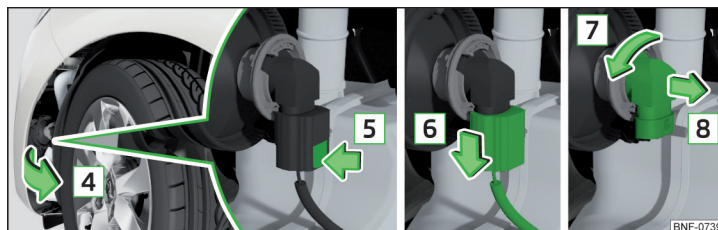

Fig. 177 Înlocuirea becului
- Deschideți capitonajul pasajului de roată în sensul săgeții [4] » fig. 177.